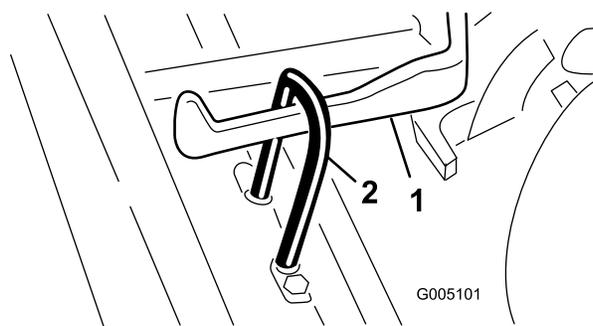

Рисунок 7
2. Задвиньте режущий блок под тяговую раму так, чтобы подъемный крюк зацепился за подъемный рычаг (Рисунок 7).